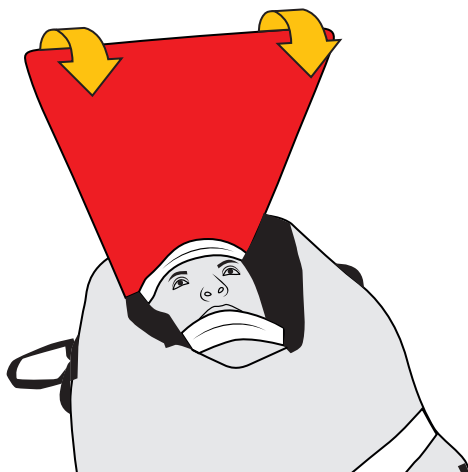

Fig.33
e) posizionare la copertura in rete per riparare il viso del ferito da aria e da eventuali detriti movimentati dall'elicottero (fig. 33),